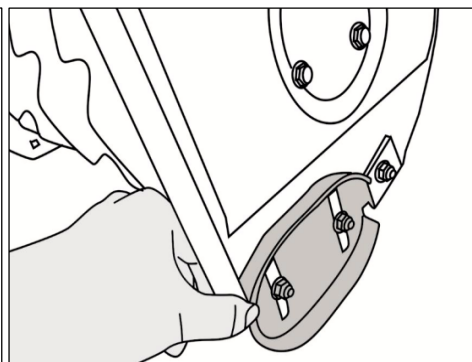

Рис. 17
14. Установите ограничительные башмаки так, чтобы шнек не касался убираемой поверхности (земля, бетон, асфальт и тд.) (рис. 17).
Ослабьте гайки крепления ограничительных башмаков (рис.17) с обеих сторон снегозаборника и сдвиньте башмаки до соприкосновения с землей.